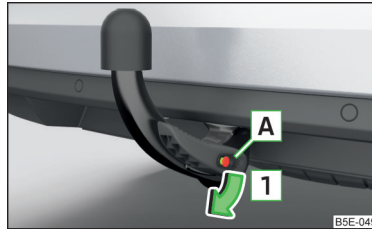

Abb. 304
- › Die Kappe **A** vom Schloss in Pfeilrichtung **1** » Abb. 304 abnehmen.